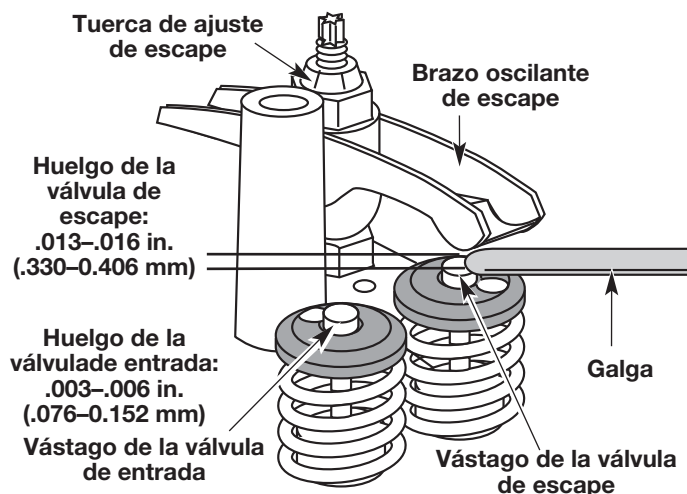

Fig. 55
9. Deslice la galga entre el brazo oscilante y el resorte de retorno de la válvula. Mida el huelgo entre el vástago de la válvula y el brazo oscilante (Fig. 55). Realice esto en las válvulas de entrada y de escape
- a. Gire la tuerca de ajuste con una llave de 5/16 pulgadas (8 mm) o una guía de tuercas (Fig. 55).